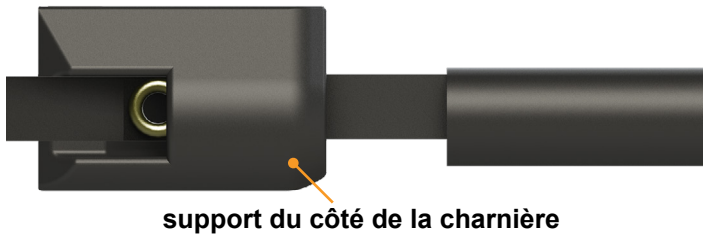

Fig.1
2. Passer la toile dans le support du côté de la charnière (Fig.1).